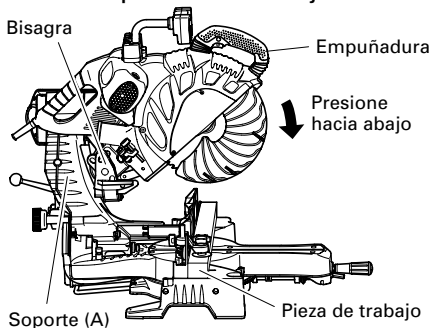

Fig. 27
Deslice la bisagra hacia abajo hasta el soporte (A), y después apriete la perilla (A)/(B) de inmovilización de deslizamiento (véase la Fig. 2) como se indica en la Fig. 27.